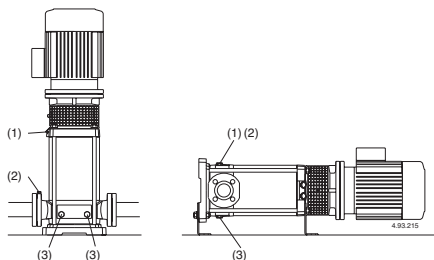

Fig. 4 (1) Riempimento e sfiato
Chiudere i fori di sfiato (fig. 4), per le pompe MXV-B, MXV(L) 25-32-40-50 e MXV(dL)4 25-32-40-50 serrare la vite a spillo (14.17) nel tappo di scarico (14.12) (fig. 4b) e chiudere il foro di sfiato (14.04).
Se si verifica una perdita di adescamento (interruzione del flusso di mandata, nonostante le saracinesche siano aperte) o se si nota una oscillazione della pressione indicata dal manometro, ripetere lo sfiato del lato aspirazione, verificare che tutte le giunzioni del tubo aspirante siano a perfetta tenuta e serrare il tappo di sfiato ed i tappi di scarico sul lato aspirazione (fig. 4).
Possibilmente, come nel caso di impieghi temporanei con liquidi sporchi, fare funzionare brevemente la pompa con acqua pulita per rimuovere i depositi. Oppure, dopo lo svuotamento, eseguire un lavaggio immerdendo acqua pulita (almeno 40 litri) nel foro di riempimento (1) lato mandata e lasciandola uscire dal foro di scarico (3) lato aspirazione (**fig. 4**).
Prima dello smontaggio scollegare il cavo dalla scatola morsetti, chiudere le saracinesche in aspirazione e mandata e svuotare il corpo pompa (**fig. 4**).